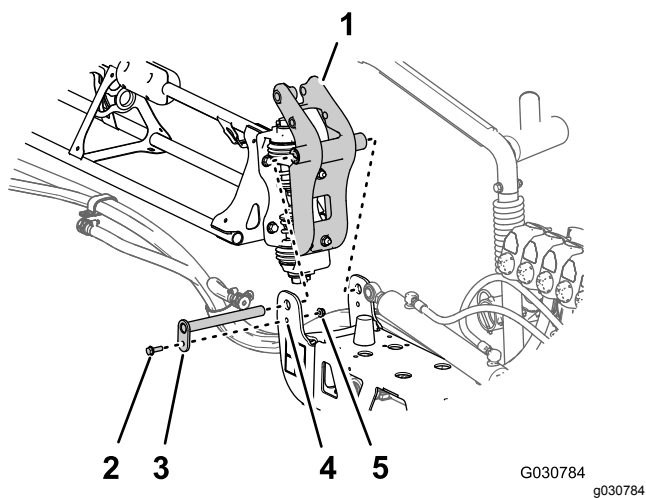

Figura 122
3. Allineate le boccole nel raccordo orientabile con i fori nelle flange della staffa orientabile all'estremità della sezione di irrorazione centrale (Figura 122).